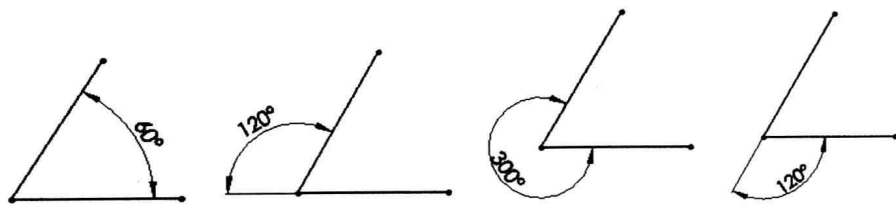

图 2-12 两直线之间夹角的标注
(1) 两直线之间的夹角：直接选取两条直线，没有顺序差别。根据光标所放位置的不同，有 4 种不同的标注形式，如图 2-12 所示。